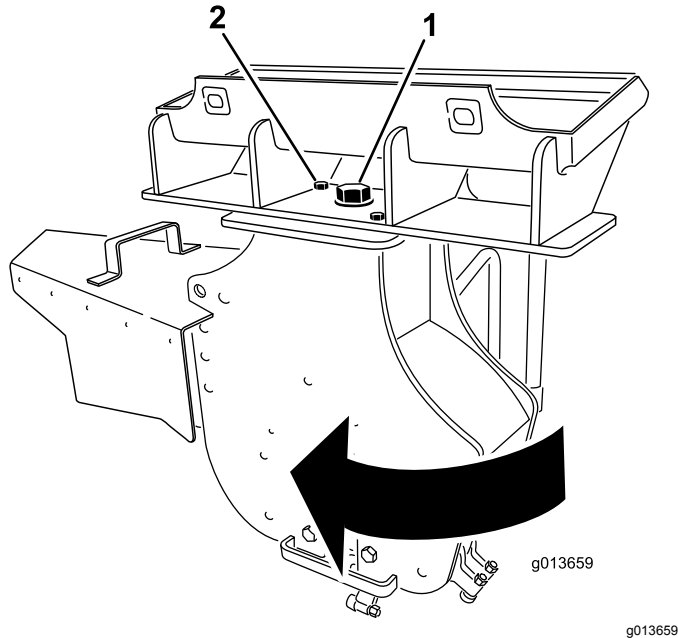

Figura 13
3. Allentate il bullone grande situato sopra il trinciaceppi (Figura 13).
4. Rimuovete il bullone e il dado anteriori che fissano il trinciaceppi (Figura 13).
5. Ruotate il trinciaceppi di 30 gradi in senso orario (Figura 13).
6. Serrate il bullone grande sopra il trinciaceppi a una coppia di 406 N·m come mostrato nella Figura 13.
7. Montate il bullone e il dado nel foro anteriore e serrateli a una coppia di 101 N·m come mostrato nella Figura 13.
13. Allentate il bullone grande situato sopra il trinciaceppi (Figura 13).
14. Rimuovete il bullone e il dado anteriori che fissano il trinciaceppi (Figura 13).
15. Ruotate il trinciaceppi di 30 gradi in senso antiorario (Figura 13).
16. Serrate il bullone grande sopra il trinciaceppi a una coppia di 406 N·m come mostrato nella Figura 13.
17. Montate il bullone e il dado nel foro anteriore e serrateli a una coppia di 101 N·m come mostrato nella Figura 13.